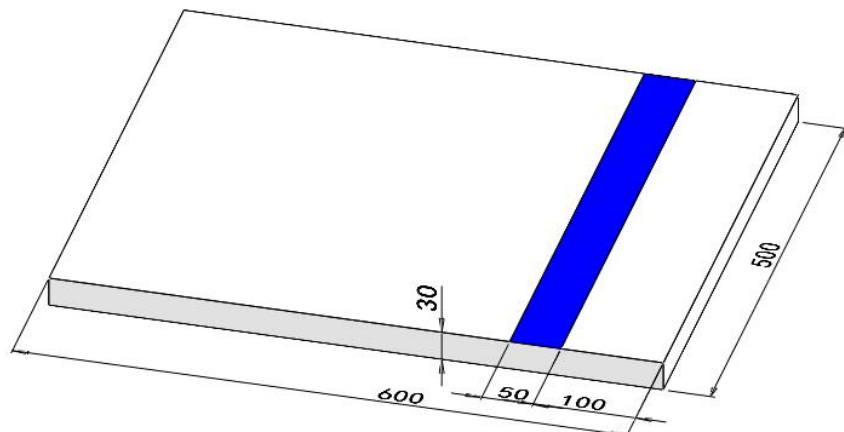

图 12 高台标识示意图（单位：mm）
4. 高台：如图 12 所示，高台上距离边沿 100mm 处印有 500×50mm 蓝色色带。